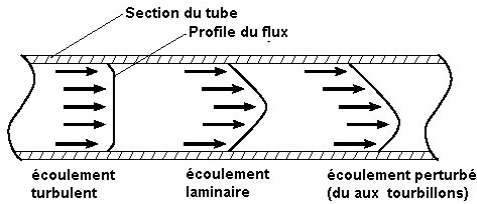

Fig. 3
- Il existe principalement deux types de flux : **le flux turbulent** et **le flux laminaire** (voir Figure 3).